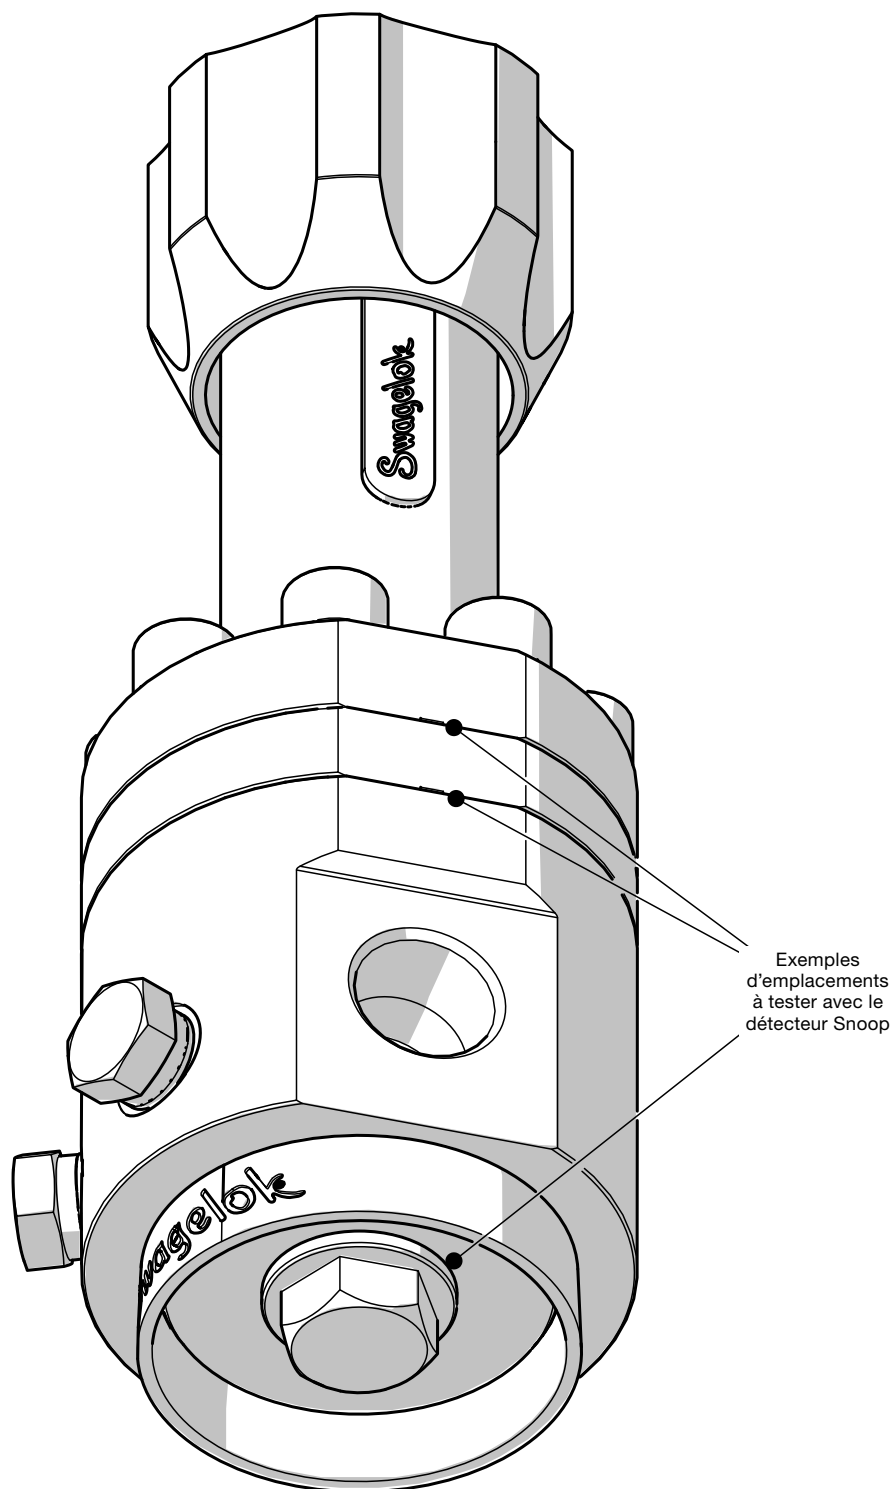

Figure 26
3. À l'aide d'un liquide détecteur de fuites, vérifiez la présence de bulles au niveau du trou d'évacuation du logement de ressort ou du dôme, du trou d'évacuation de la plaque d'évent et de la surface de contact entre le bouchon et le corps (cf. Figure 26).